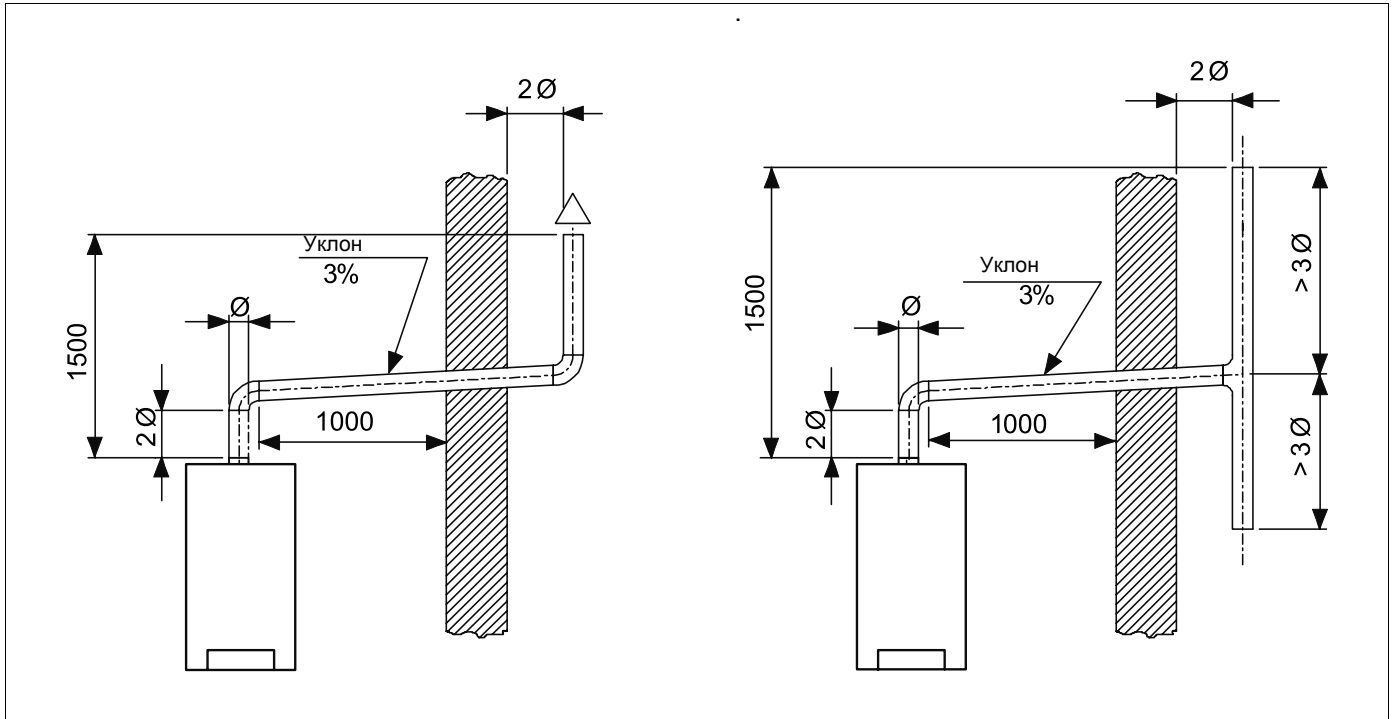

Рис. 10 Система отвода дымовых газов (размеры в мм)
- Между подсоединением дымохода к водонагревателю и оголовком вытяжного дымохода должна быть разница по высоте минимум 1,5 м (рис. 10).